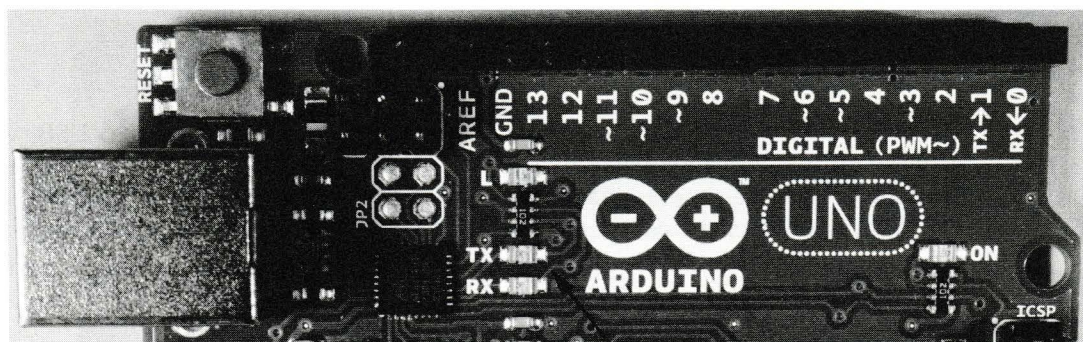

figura 1.7
Sono presenti sulla scheda, accessibili su uno dei connettori laterali, i pin per l'ingresso e l'uscita di dati digitali (figura 1.7). Ogni linea è collegata con i pin di I/O digitale del microprocessore. I livelli d'ingresso e d'uscita delle linee sono riportati nella **tabella 1.2**. Alcuni pin possono avere funzioni diverse, selezionabili con particolari istruzioni.
I **pin 0 (RX)** e **pin 1 (TX)**, com'è visibile nella **figura 1.7**, sono utilizzati anche per la **comunicazione seriale** (scheda Arduino ↔ PC o altro). Quindi, questi pin non possono essere adoperati come linee di I/O digitale se viene utilizzata la comunicazione seriale.